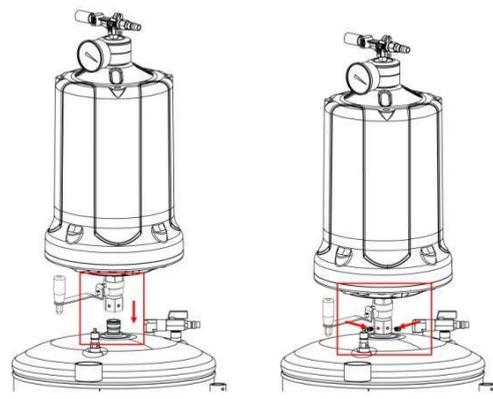

Рис.1
Установка мерной колбы (рис.1)
1. См. рис.1, установите мерную колбу на бак с ручьяжкой сливного вентиля перпендикулярно баку.